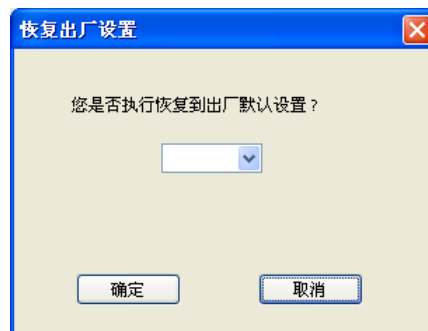

图 5.32 恢复到出厂默认设置提示框
1. 点击“校准”->“恢复出厂设置”->“恢复到出厂默认设置”按钮，弹出“恢复出厂设置”窗口，如图 5.32 所示：